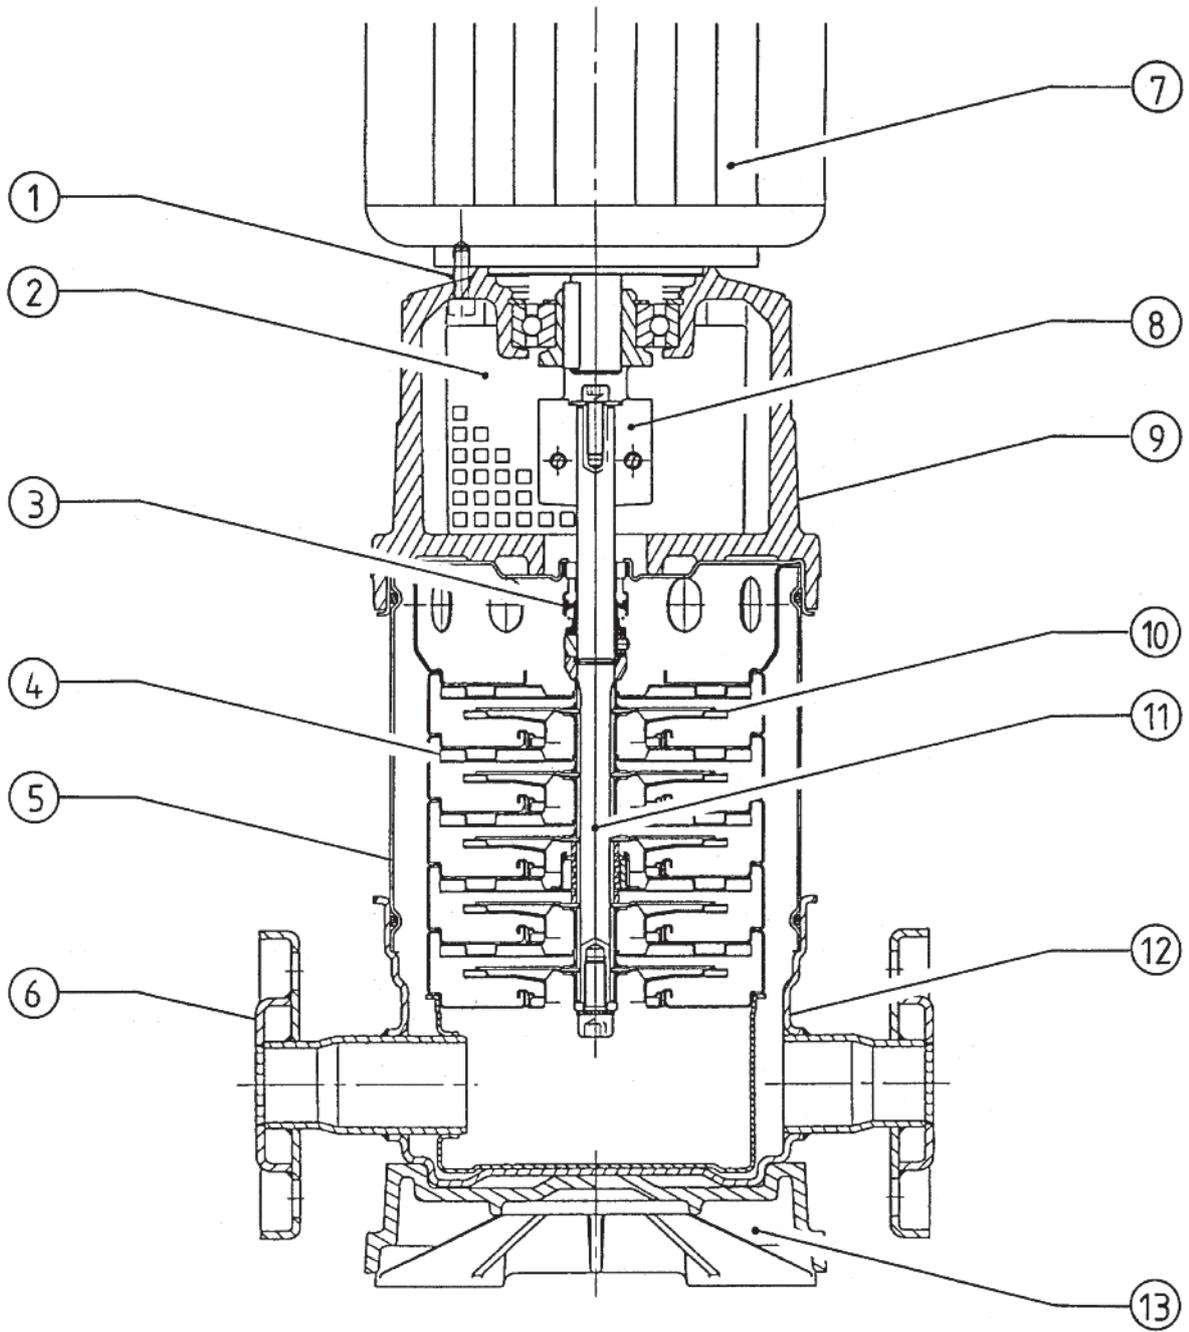

Fig. 2
Colóquela siempre de modo perfectamente perpendicular sobre una base de hormigón (Fig. 2, pos.13) que ha de ser lo suficientemente pesada. Monte un amortiguador de vibraciones entre la base y el suelo.
- En el caso de las bombas pesadas, instale verticalmente sobre la misma un gancho (Fig.2, pos.12) o una argolla que puedan soportar adecuadamente el peso (para peso total de la bomba, véase catá- logo o ficha técnica), de modo que para realizar el mantenimiento o las reparaciones de la bomba, ésta pueda acoplarse a una grúa u otro tipo de mecanismos elevadores.
- Monte los tubos de entrada y de salida de modo que no haya tensión. Instale juntas de expansión de fuelle de largo limitado para absorber las vibraciones. Los tubos han de fijarse (Cuadro 2, pos.7) de tal modo que la bomba no tenga que soportar el peso de los mismos.